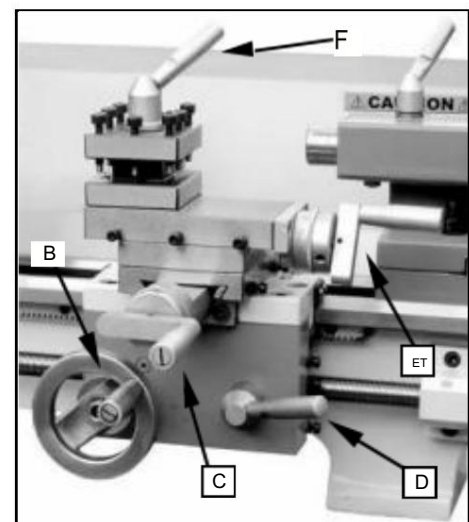

Fig. 11
5. Longitudel Traverse Volantl (B, Fig. 11)
6. Levier de traverse transversale (C, Fig. 11)
7. Levier d'engagement de l'écrou à moitié (D, Fig. 11)
8. Levier de déplacement du support composé (E, Fig. 11)
9. Levier de post-amplification de l'outil (F, Fig. 11)